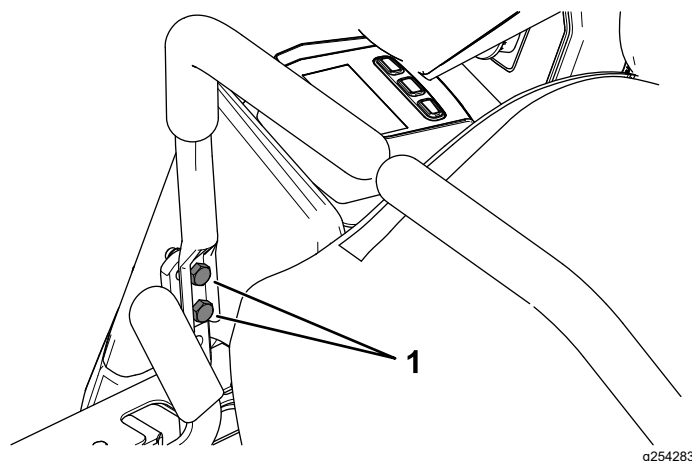

Figure 48
12. Serrez les 2 boulons de montage du levier de commande de déplacement (Figure 48).
10. S'il est nécessaire d'ajuster l'alignement, desserrez les 2 boulons de montage du levier de commande de déplacement du côté mal aligné (Figure 48).